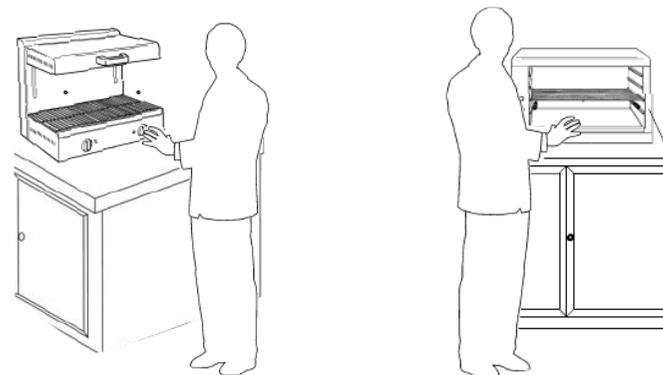

Рис. 10 - Правильное положение при работе с оборудованием
Для грилей Salamandra с подвижной поверхностью в первый раз необходимо ослабить винт, расположенный на задней части (см. Рис. 10), который фиксирует **балансир** внутри аппарата.
- 1 Расположитесь правильно, чтобы избежать несчастных случаев (см. Рис. 10): корпус должен быть перпендикулярен рабочему столу; руки не должны давить на машину. **Однако не опирайтесь на машину и избегайте положений, при которых части вашего тела могут соприкоснуться с аппаратом.**